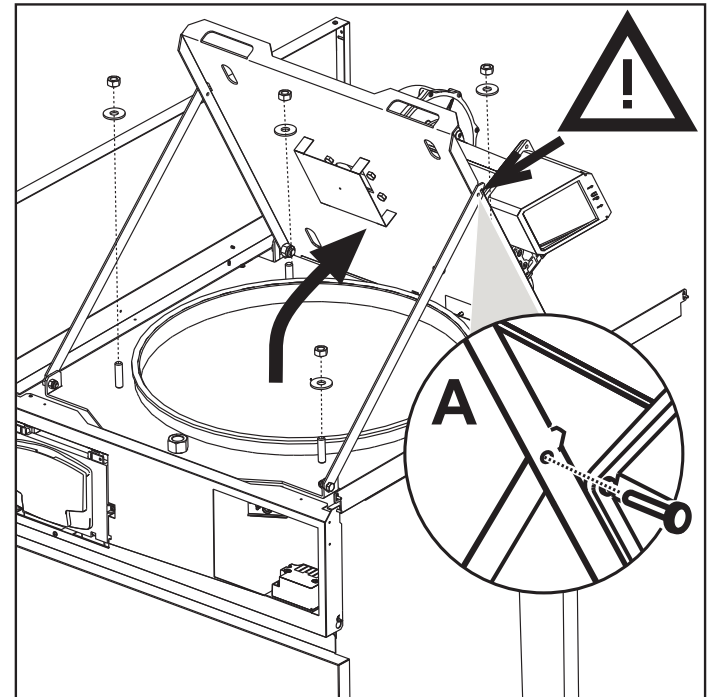

рис. 69
2. Снимите четыре гайки с шайбами (рис. 69).
3. Откройте дверцу горелки (рис. 69).
Открыв дверцу горелки и зацепив ее на опорные кронштейны, необходимо вставить штифт в предохранительное отверстие (поз. A - рис. 69), чтобы избежать риска ее случайного открепления во время операций по техобслуживанию.